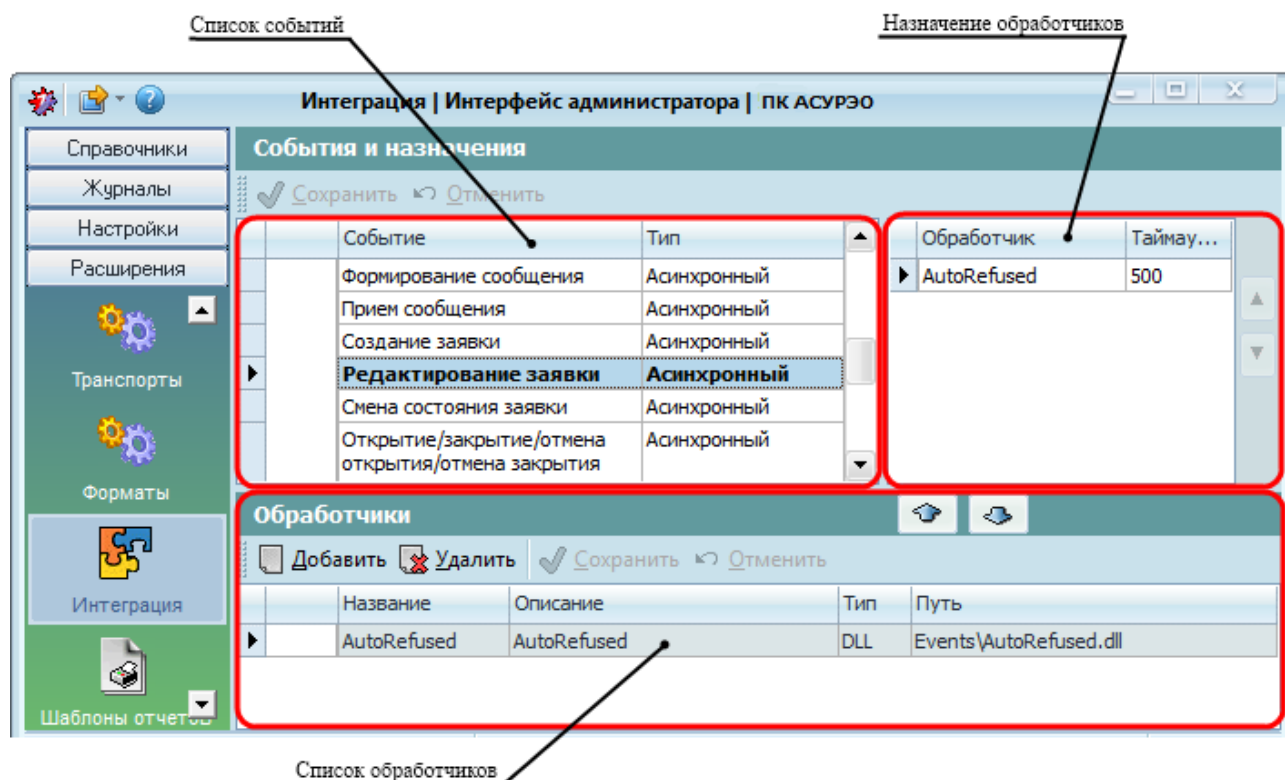

Рисунок 7.119 – Форма «Интеграция»
- **Список обработчиков.** Область содержит настраиваемый перечень всех зарегистрированных в системе обработчиков. Список представляет собой таблицу, поля которой соответствуют параметрам обработчиков. Для того чтобы обработчик можно было назначить на событие, его необходимо зарегистрировать в АСУРЭО. Регистрация обработчика включает задание параметров обработчика и сохранение информации об обработчике на сервере АСУРЭО. Регистрация (добавление) новых обработчиков, их редактирование и удаление производится с помощью соответствующих кнопок на панели инструментов в области «Список обработчиков» (Рисунок 7.119). Работа с кнопками [Добавить], [Удалить], [Сохранить], [Отменить] описана в разделе «6.3.2 Описание основных элементов управления». Список регистрируемых обработчиков заполняется администратором комплекса и содержит следующие поля: